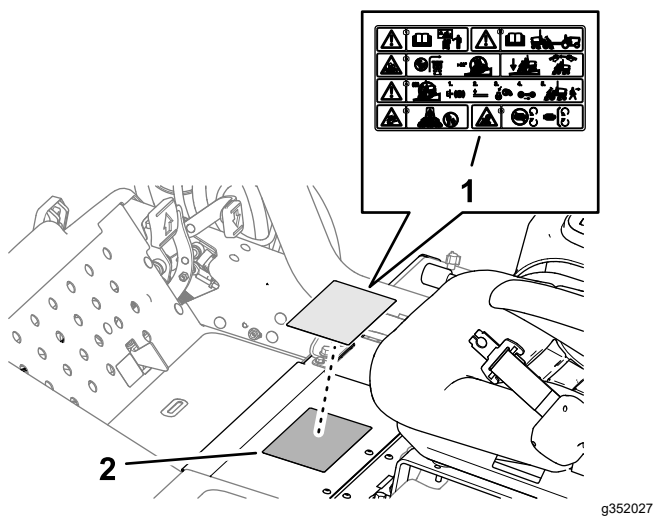

图 23
1. 用酒精擦拭干净标准警告标贴并让机架干燥图 23。
2. 撕去 CE 警告标贴零件号 121-7928 的背衬并将其贴到标准警告标贴上如图 23 所示。